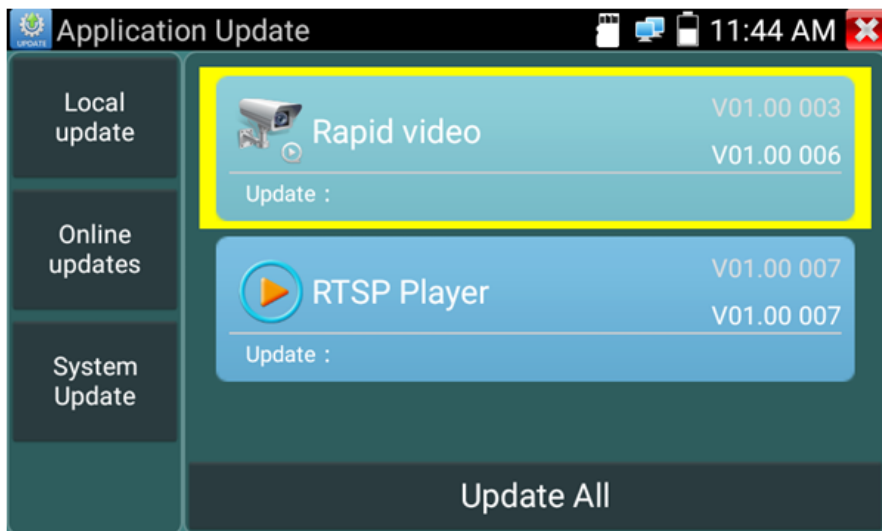

Рис. 122 Интерфейс приложения «Обновление» (Update)
1. Скопируйте файл обновления, заранее скачанный с сайта WWW.TEZTER.RU на карту памяти в директорию Update. Если такой директории на карте памяти нет, создайте ее самостоятельно. Найдите ярлык приложения «Обновление» (Update) на рабочем столе тестера и запустите его, рис. 122